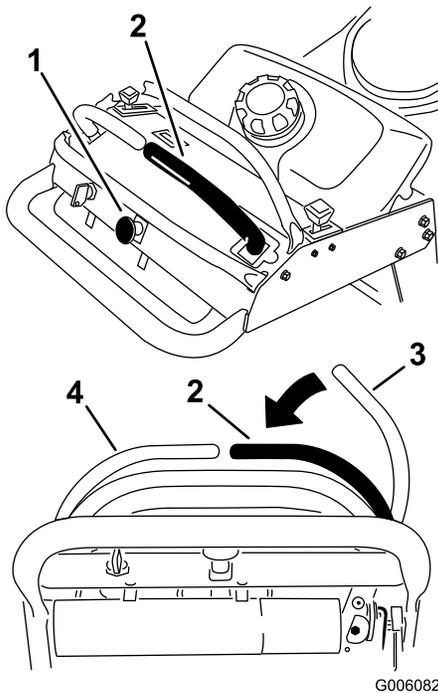

Figura 9
1. Para engranar las cuchillas del cortacésped, mueva la palanca de control de movimiento derecha a la posición central, desbloqueada (Figura 9).